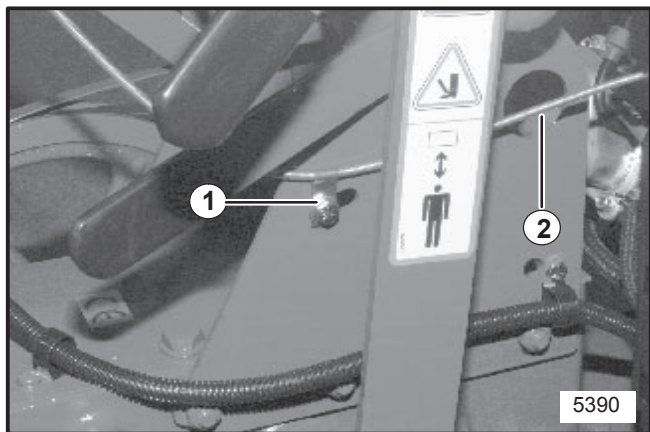

FIGURA 12
15. Dirija el cable de la válvula de regulación hacia el motor y asegúrelo con la abrazadera y los herrajes como es mostrado en la Figura 12 (En los motores Honda, pase el cable por la parte interior de la ménsula).